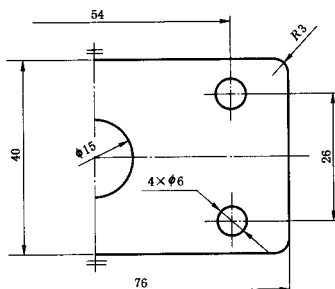

图 14 对称机件的尺寸线只画一个箭头的注法(一)
4.2.5 当对称机件的图形只画出一半或略大于一半时,尺寸线应略超过对称中心线或断裂处的边界,此时仅在尺寸线的一端画出箭头(图 14、15)。